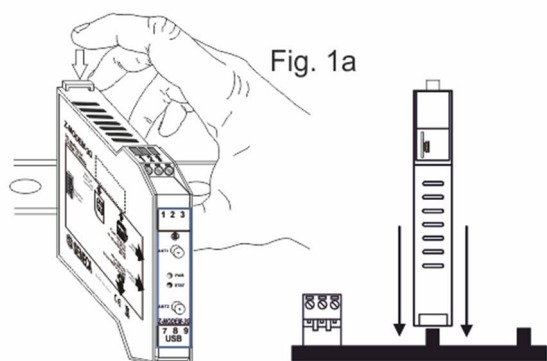

Fig. 1a
- 3) Per fissare il modulo alla guida OMEGA stringere i quattro ganci posti ai lati del connettore posteriore IDC10 come illustrato in fig. 1a.